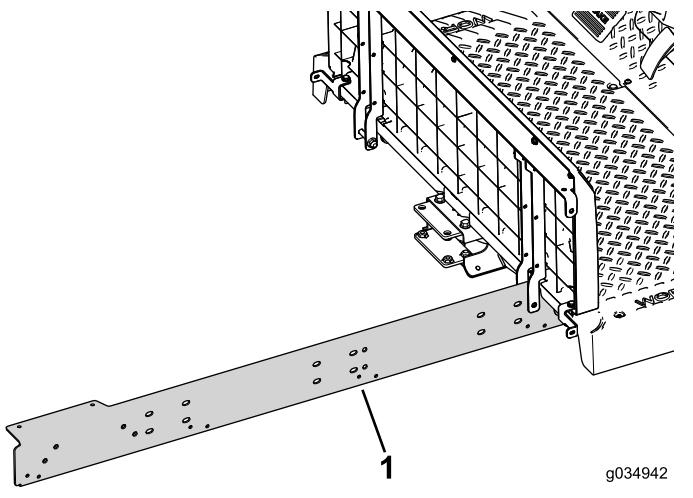

Figure 22
2. Fixez légèrement le longeron d'extension du côté droit de la machine (Figure 22).